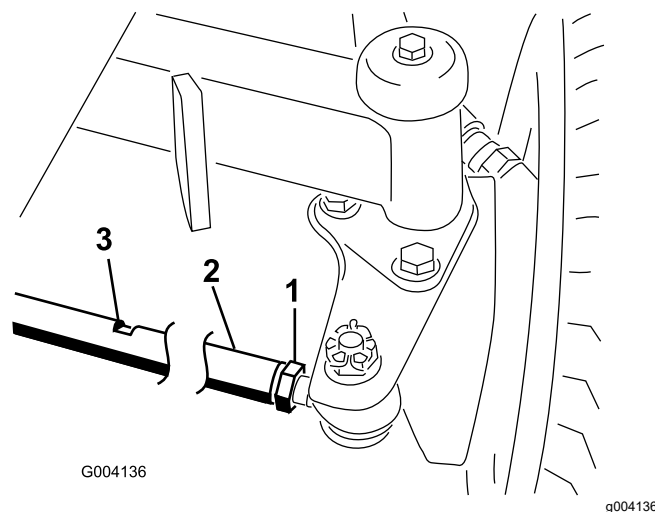

Figure 110
1. Desserrez l'écrou de blocage à chaque extrémité de la biellette (Figure 110).